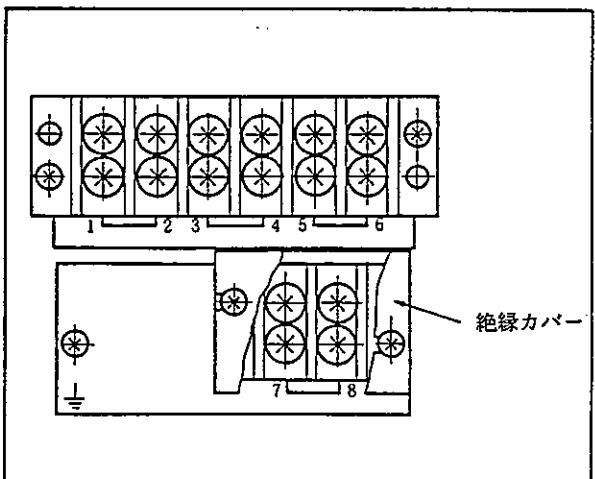
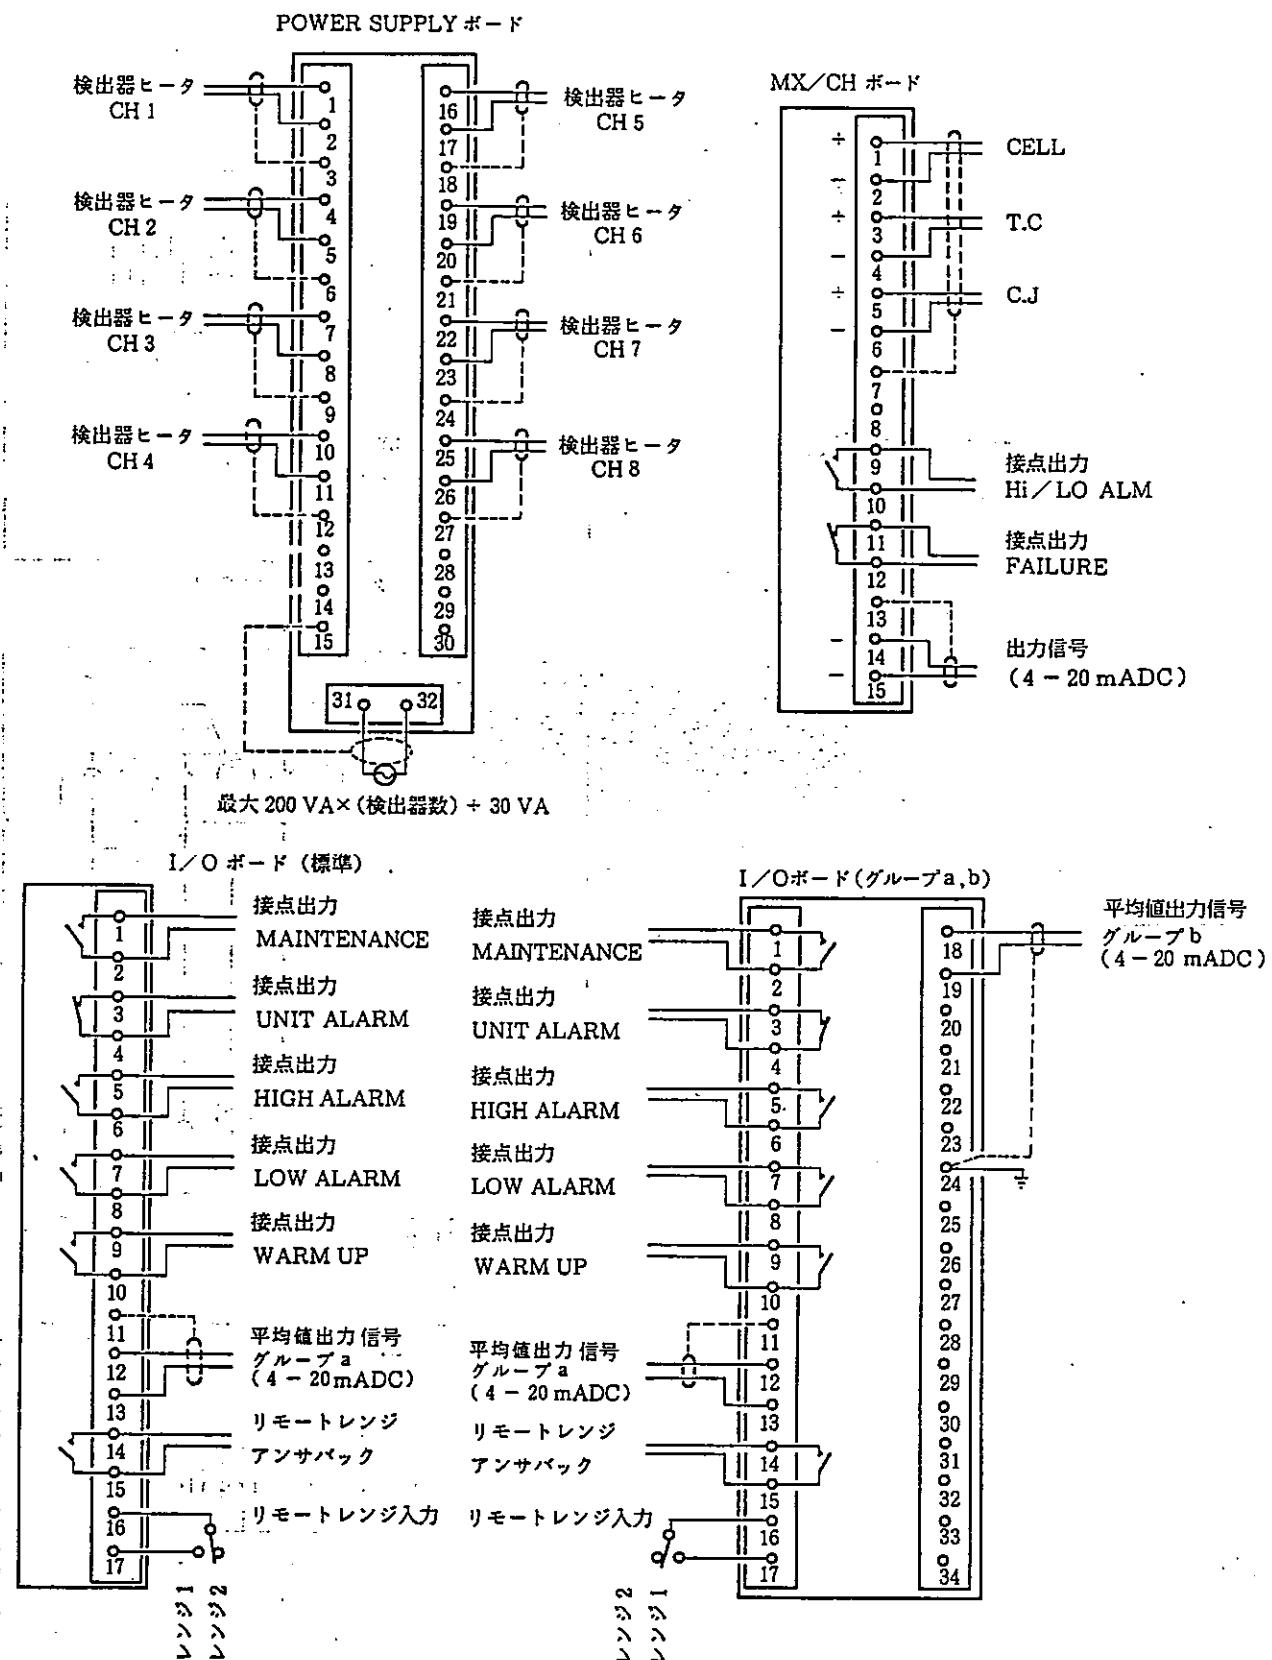

図5.10A 検出器端子配列
図 5.10B 変換器端子配列
(2) 検出器のヒータ配線用端子に絶縁カバーがついていますので、取りはずしてから配線してください。
(3) 図5.10Aは検出器の端子配列を、また図5.10Bは変換器の端子配列を示しています。